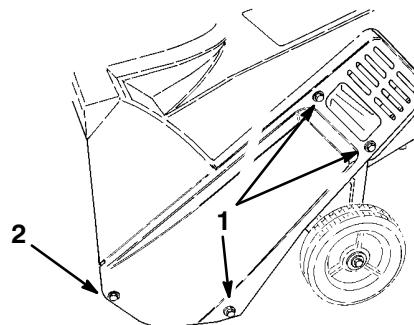

Figure 9
3. Retirer les 3 vis autotaraudeuses, le boulon six pans, la rondelle et l'écrou de fixation du carter de courroie du côté gauche de la déneigeuse (Fig. 9).